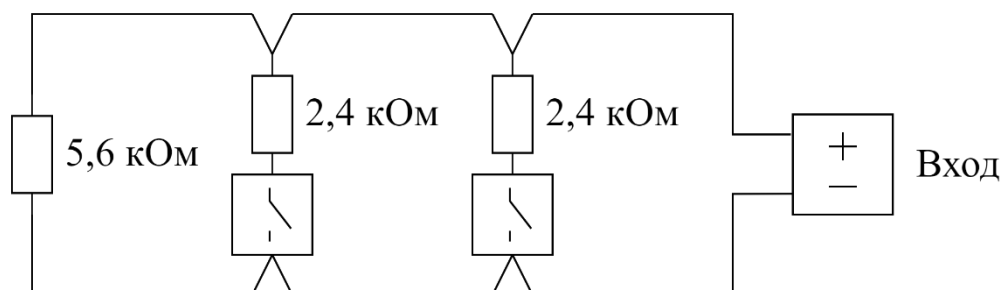

Рис. 7
- Схемы подключения, представленные на рис. 7, 8, обеспечивают сработку датчиков по схеме "ИЛИ" (т.е. вход переходит в состояние "Нарушен" при сработке хотя бы одного датчика в цепи).